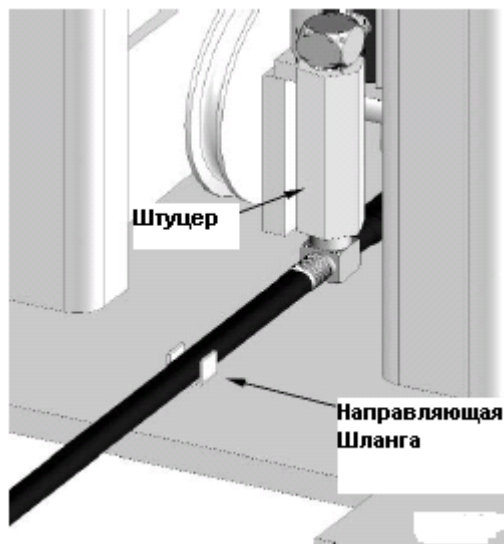

Рис. 10.2
3. Убедитесь, чтобы шланги Цилиндров проходили в приваренных направляющих (см. Рис. 10.2).